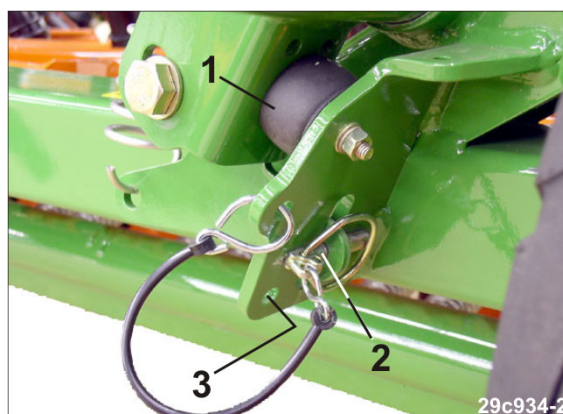

Рис. 166
- 3.1 Притисніть консоль маркерів до гумового буфера (Рис. 166/1).
- 3.2 Міцно утримуючи маркер, витягніть шплінт (Рис. 166/2) і вставте його в паркувальне положення в отворі (Рис. 166/3).